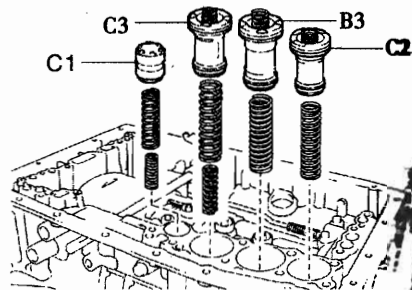

图 12-1-90
(38) 安装 C1 蓄能器阀。
①如图 12-1-90 所示, 将弹簧和蓄能器阀装到孔中。
(39) 安装 C3 蓄能器活塞。
①如图 12-1-90 所示, 将 ATF 涂到新的 O 形圈上, 然后安装到活塞上, 将弹簧和蓄能器活塞装到孔中。
(40) 安装 B3 蓄能器活塞。
①如图 12-1-90 所示, 将 ATF 涂到两个新的 O 形圈上, 然后安装到活塞上。将弹簧和蓄能器活塞装到孔中。
(41) 安装 C2 蓄能器活塞。